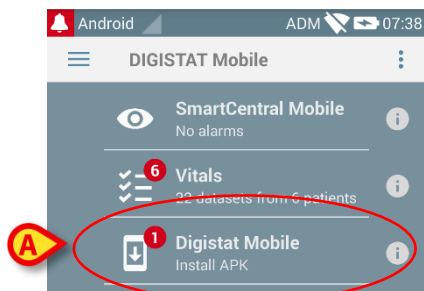

Fig 9
- Toque la línea que se muestra en la Fig 9 **A**.